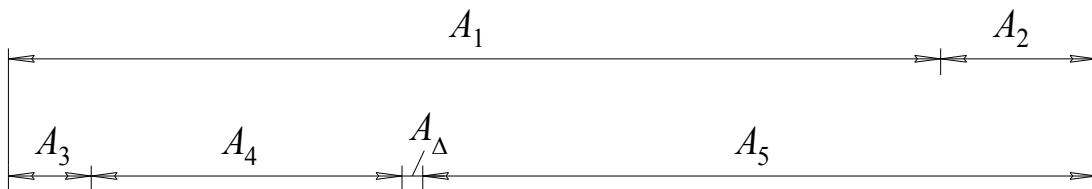

Рис. 8.1. Размерная цепь. Номинальные размеры составляющих звеньев, мм:
Определите номинал и предельные отклонения замыкающего звена A_Δ сборочной размерной цепи, показанной на рис. 8.1, используя расчет «на максимум – минимум».
Поля допусков составляющих звеньев размерной цепи (рис. 8.1)
1. Звено A_2 размерной цепи, показанной на рис. 8.1, увеличили на 1 мм, а звено A_3 – на 2 мм. Какой номинальный размер в этом случае будет иметь замыкающее звено цепи?
2. У размерной цепи, показанной на рис. 8.1, все составляющие звенья должны быть изготовлены по 7-му квалитету точности. Верно ли утверждение, что в этом случае поле допуска замыкающего звена составит 120 мкм?